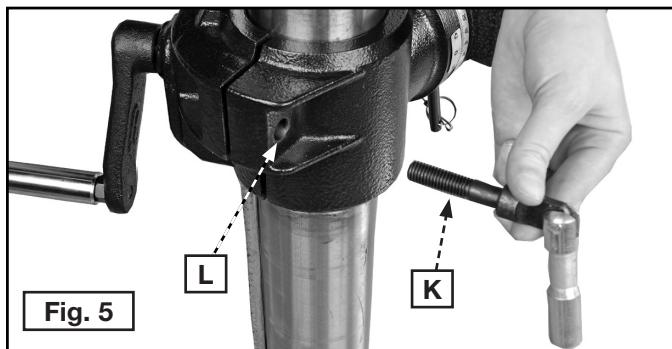

Fig. 5
- Rattachez la poignée (H) pour éléver ou abaisser le plateau, fig. 5, à l'arbre de roue à vis sans fin (I). Vissez la vis de pression (J) contre la partie plane de l'arbre avec la clé hexagonale de 3 mm fournie à cet effet.
- Vissez le levier de verrouillage de plateau (K), fig. 5, dans le trou (L) à l'arrière du dispositif de fixation du plateau et serrez-le soigneusement.